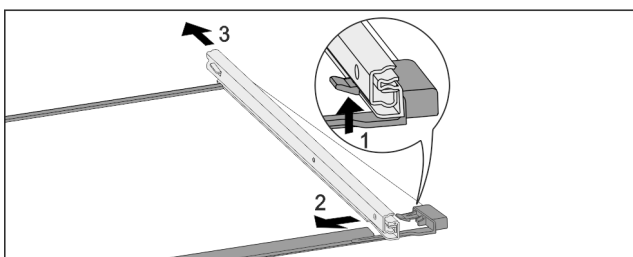

Fig. 148 Скляна пластина з рейками
- ▶ Натиснути передній гачок-фіксатор вгору. Fig. 148 (1)
- ▶ Виштовхніть виїзну рейку в сторону Fig. 148 (2) та назад Fig. 148 (3).